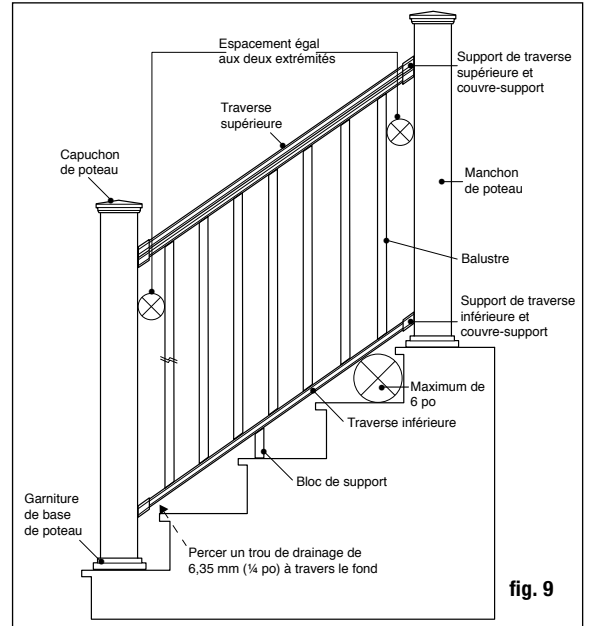
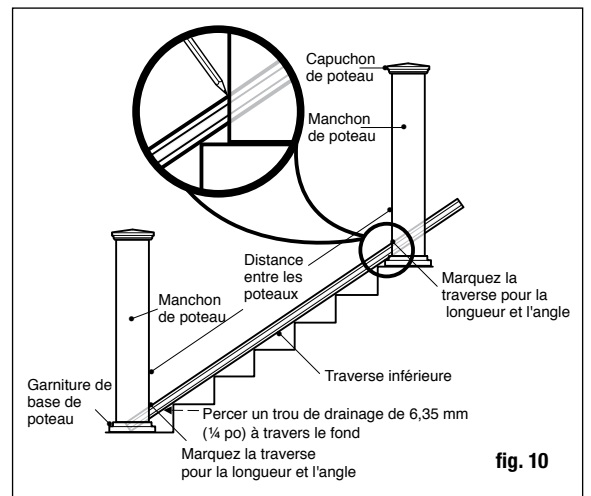

fig. 9
fig. 10
**Étape 6** Mesurez la distance entre les manchons de poteaux installés pour déterminer la longueur des traverses du haut et du bas. Placez la traverse inférieure sur les girons, près des poteaux et ajustez afin que la distance entre le premier trou de balustre et le poteau soit plus élevée qu'au moins 7 cm (2-3/4 po), puis égale aux deux extrémités (fig. 9). Marquez la traverse à la bonne longueur et angle. Coupez la traverse du bas. Coupez la traverse du haut à la même longueur et le même angle (fig. 10). **Percer un trou de drainage de 6,35 mm (1/4 po) à travers le fond de la traverse pour éviter que l'eau ne soit coincée. Placer le trou vers l'extrémité inférieure de la traverse, à environ 38,1 mm (1,5 po) de l'extrémité de la traverse pour éviter le support inférieur.**
**Étape 7** Placez les bons couvre-supports et support de traverse aux extrémités de la traverse supérieure. Portez une attention particulière aux supports utilisés, sachant qu'ils ont des angles différents entre les traverses du haut et du bas. Marquez la position sur le bloc de support et joindre à la rampe inférieure. Placez la traverse inférieure entre les poteaux des girons de l'escalier (fig. 10). Vous pourriez devoir placer des cales entre deux nez de marche afin de surélever la traverse du bas. Vérifiez les exigences dans votre région. Généralement, une sphère de 15 cm (6 po) ne peut pas passer par le triangle formé par la traverse du bas, le giron et la contremarche (fig. 9). Centrez le support d'escalier sur le poteau. En utilisant le support d'escalier comme guide, marquez la position des vis sur le manchon de poteau et sur les deux extrémités de la traverse. Percez des trous de guidage de 1/8 po dans le manchon de poteau et la traverse. Fixez le support d'escalier au manchon de poteau grâce à des vis à tête plane n° 8-15 x 2 po - n° 2, puis fixez le support d'escalier à la traverse en utilisant des vis à minces à têtes carrées autotaraudeuses n° 8-16 x 3/4 po - n° 1.